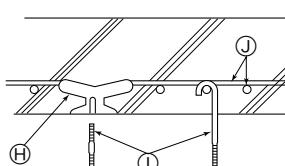

Fig. 2-5
② Железобетонные конструкции (Fig. 2-5)